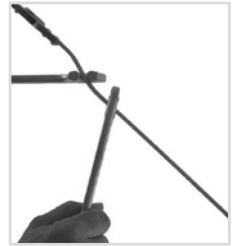

Abb. 6
- Verwenden Sie zum Schränken der Systemschiene/des Systemankers unbedingt ein rundes Schränkeisen, um Kerben zu vermeiden (Abb. 6). Sowohl eckige als auch abgeschrägte Schränkeisen führen sehr leicht zum Bruch der Systemschiene/des Systemankers.